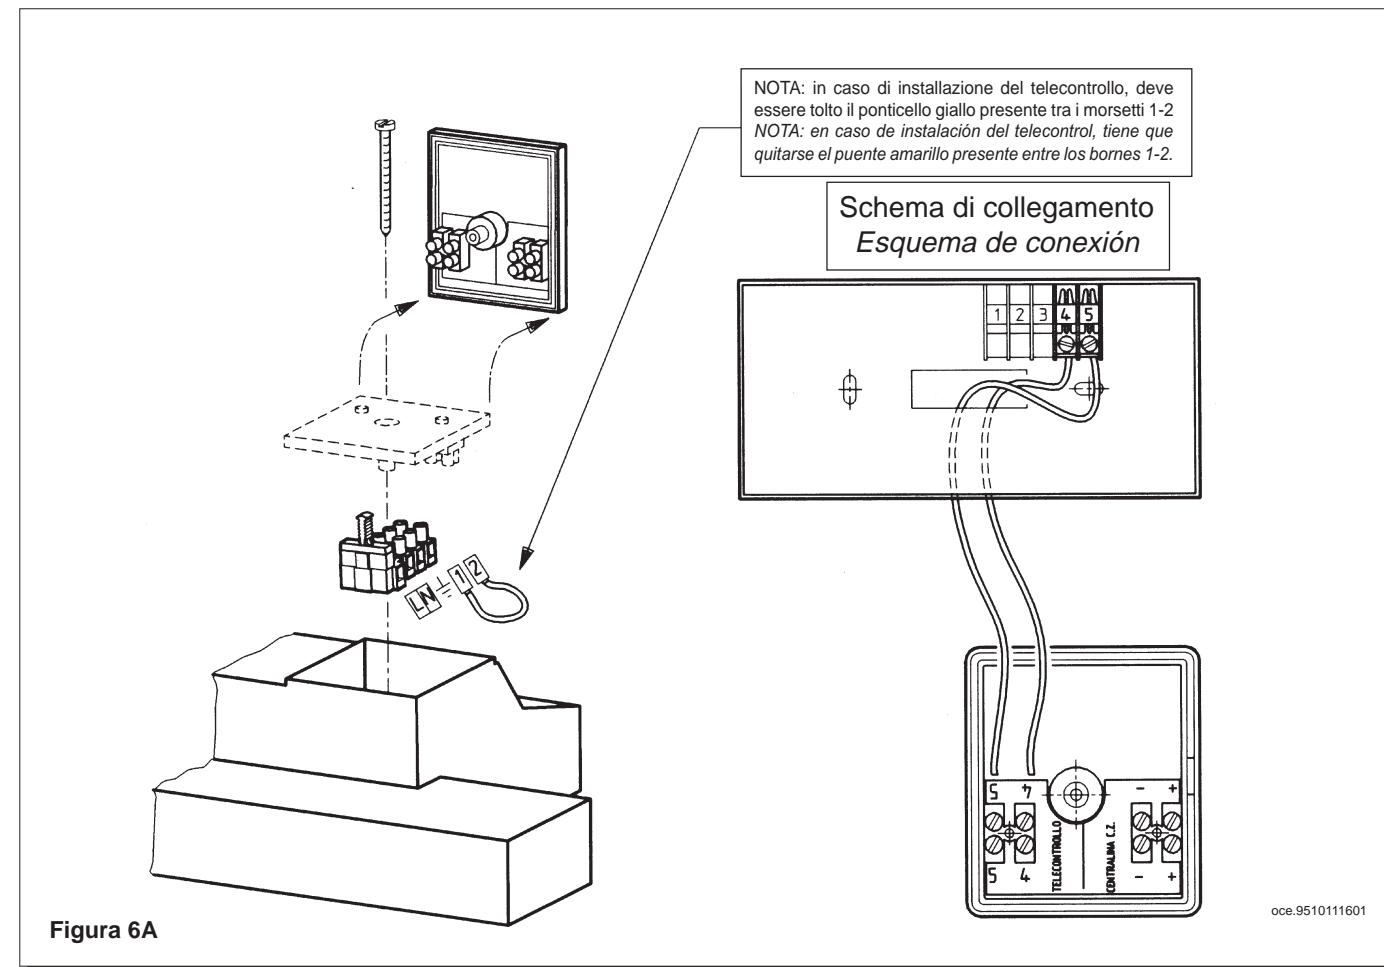
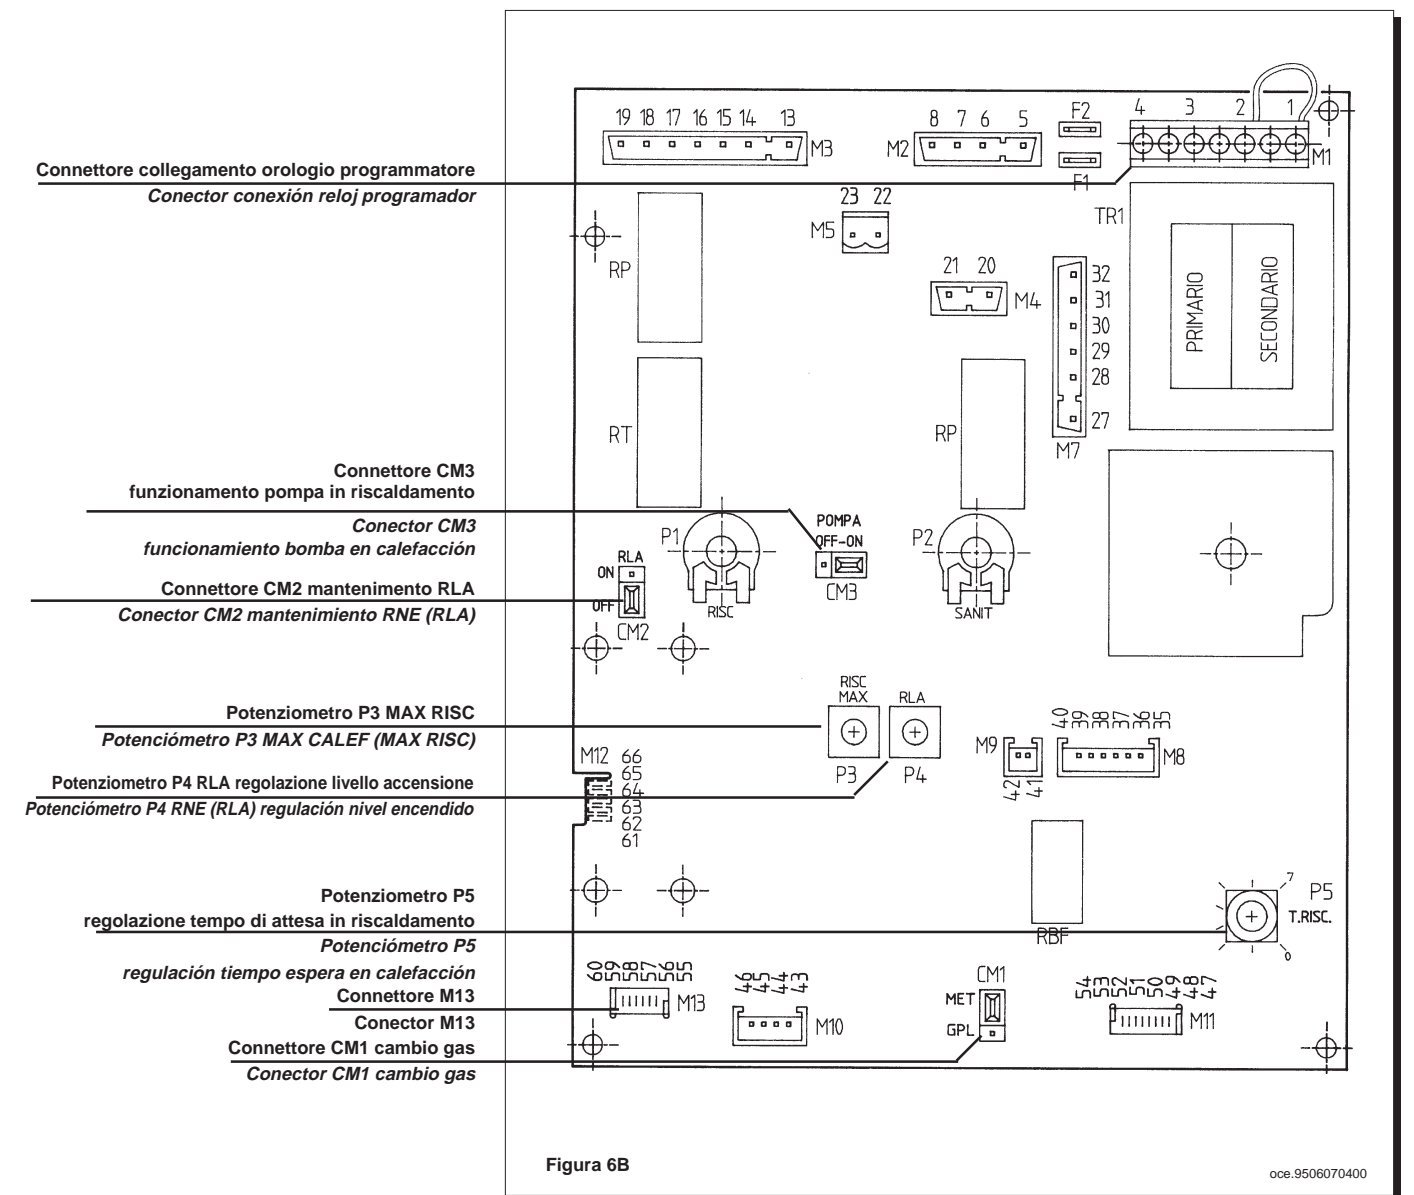

Figura 6A
Figura 6B
Per l'utilizzo di tale componente è necessario interporre tra la scheda di modulazione (connettore M13 figura 6B a pagina 19) e la morsettiera telecomando (morsetti 4 e 5 di figura 6A) una schedina interfaccia anch'essa fornita come accessorio.
Para usar dicho componente es necesario interponer entre la tarjeta de modulación (conector M13, figura 6B de página 19) y la caja de bornes del telecontrol (bornes de 4 y 5, figura 6A), una tarjeta de interfaz que se suministra también como accesorio.
- * collegare il motore del programmatore al connettore M1 della scheda elettronica principale (morsetti 3 e 4 di figura 6B);
- * conectar el motor del programador al conector M1 de la tarjeta electrónica principal (bornes 3 y 4 de figura 6B);